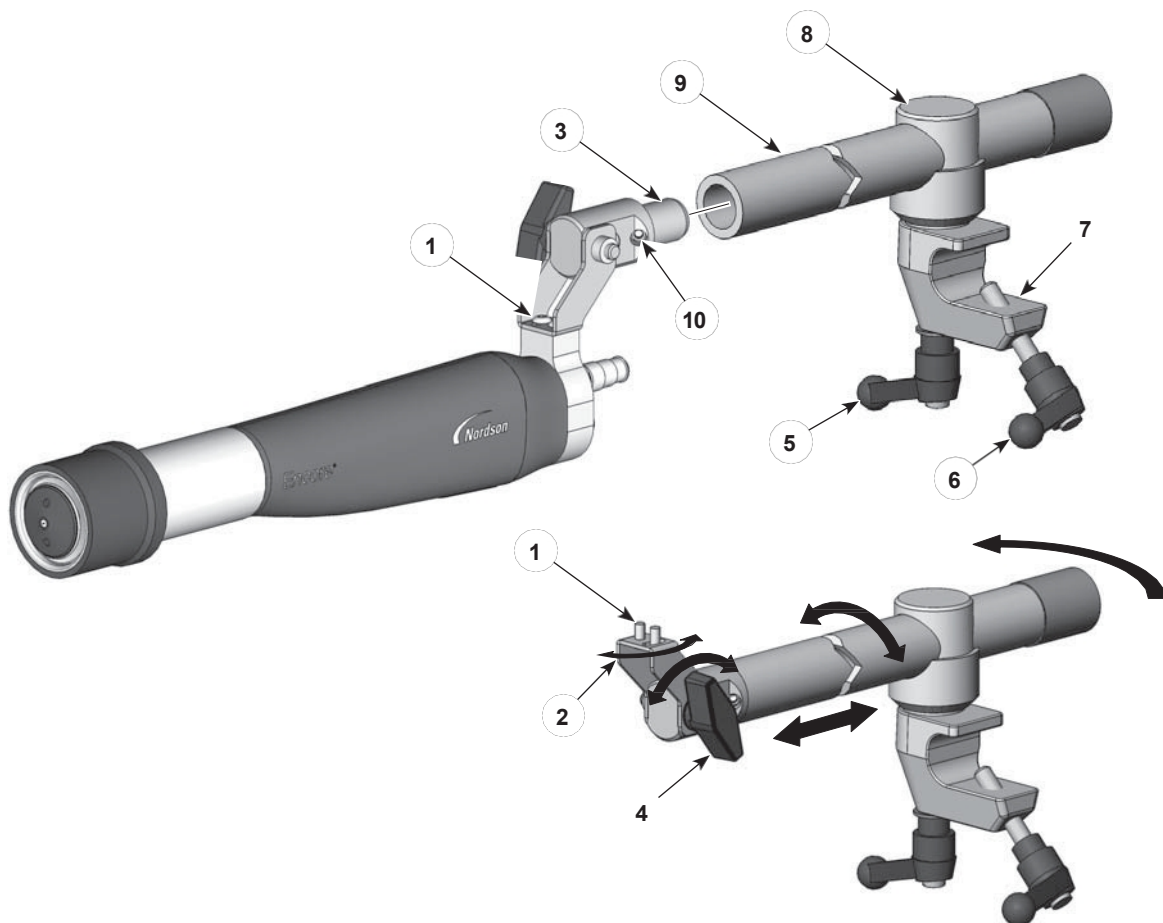
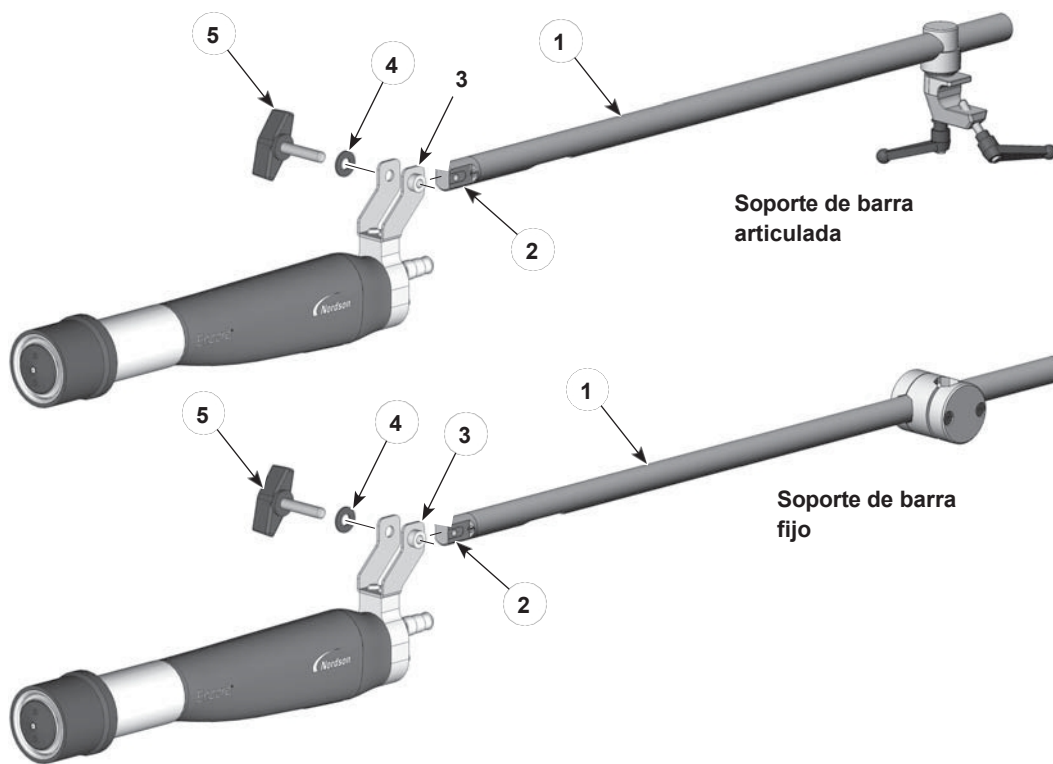
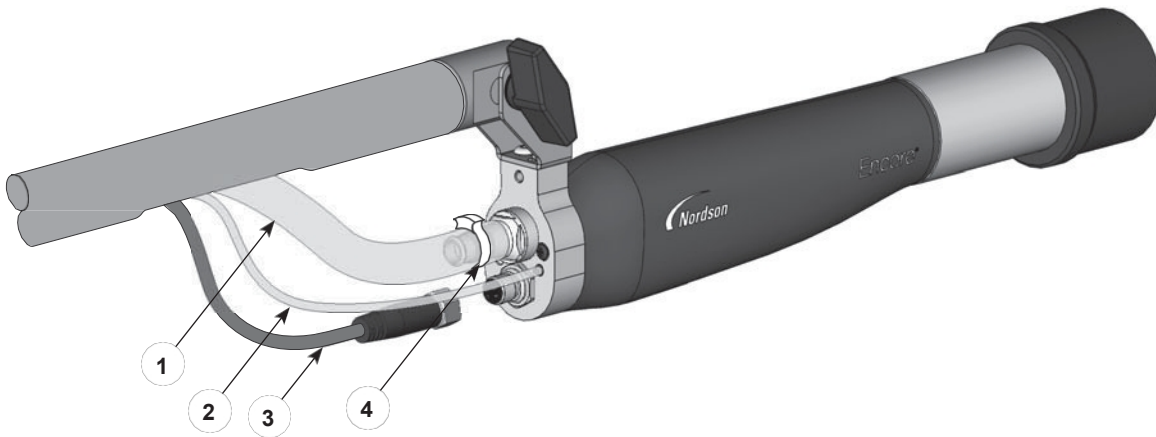

Figura 3 Montaje estándar de pistola articulada con barra de montaje e
Figura 4 Kits opcionales de montaje de barra para pistola e
Figura 5 Conexiones de la pistola e
1. Véase la figura 3. Instale el adaptador de tubo (3) en el extremo de la varilla de ajuste (9) y fíjelo apretando el tornillo de fijación (10) con una llave hexagonal de 4 mm.
- Para mover la punta de la pistola de un lado a otro, afloje el tornillo de botón derecho (1).
- Para inclinar la punta de la pistola hacia arriba o hacia abajo, afloje la perilla de inclinación (4).
- Para girar la varilla de ajuste o deslizarla hacia delante o hacia atrás, afloje la palanca de bloqueo (5).
2. Coloque la abrazadera (7) en una barra de montaje de 1 pulgada y apriete la manija de la abrazadera (6).
3. Agrupe la manguera de polvo, el tubo de aire de lavado de electrodos transparente de 4 mm y el cable de la pistola, y fíjelos a la varilla de ajuste con correas de velcro Nordson. Conéctelos a la pistola pulverizadora como se muestra en la Figura 5.
Véase la figura 4. Estos kits opcionales de montaje en barra tienen varillas de ajuste de gran diámetro interior (1), a través de las cuales se pueden pasar la manguera de polvo, el tubo de aire y el cable de la pistola. El adaptador de tubo (2) suministrado con la pistola pulverizadora no se puede utilizar con estos kits. Debe sustituirse por el adaptador de tubo suministrado con los kits.
1. Desatornille y retire el pomo y la arandela (5, 4) del soporte de montaje de la pistola (3).
3. Deslice el extremo del adaptador de tubo opcional (2) en el soporte de montaje de la pistola y alinee el orificio del extremo del adaptador de tubo con los orificios del soporte de montaje de la pistola.
5. Véase la figura 5. Tire (en el orden siguiente) del cable de la pistola, el tubo de aire de 4 mm para el lavado del electrodo y la manguera de polvo a través del tubo de montaje del extremo y sáquelos por el recorte. Conéctelos a la pistola pulverizadora como se muestra en la figura 5.